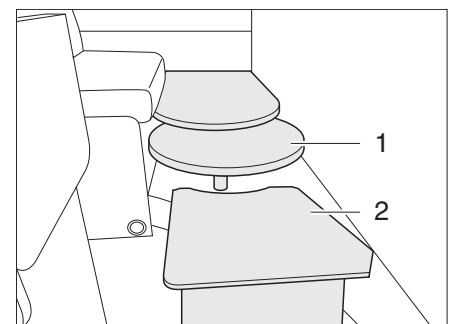

Bild 39 Bettverlängerung (Zusatzbett)
- Die Bettverlängerung (Bild 39,2) für Zusatzbett auf die Tischplattenverlängerung (Bild 39,1) stellen.